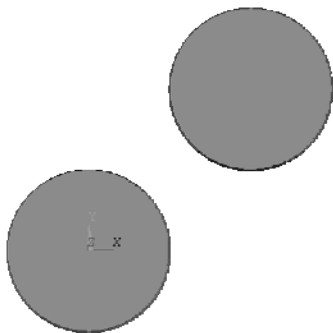

图 2-45 两个圆
(6) 在另一种“Move Areas”窗口中“DY Y-offset in active CS”后的方框中输入“0.2”。单击“OK”按钮，右边的圆向上移动了“0.2”（见图 2-45）。